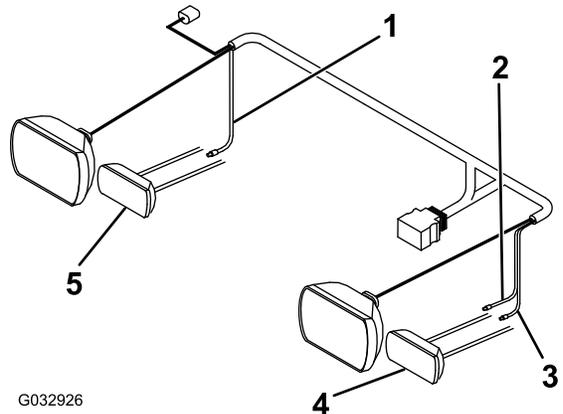

Bild 17
5. Schließen Sie das rosa Kabel vom langen Kabelbaum mit einer Spleißverbindung am rechten Blinker an (Bild 17).
6. Schließen Sie das lila Kabel vom langen Kabelbaum mit einer Spleißverbindung am linken Blinker an (Bild 17).
7. Schließen Sie das gelbe Kabel vom langen Kabelbaum mit einer Spleißverbindung am linken Parklicht an (Bild 17).